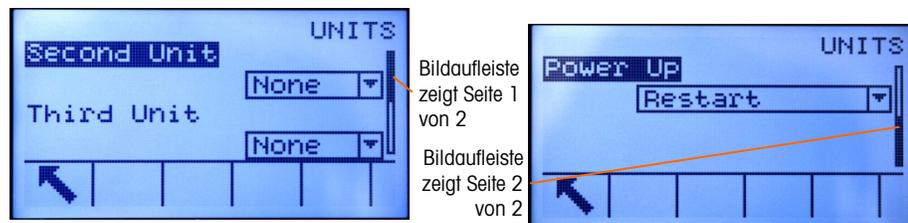

Abbildung 2-3: Beispiel von Bildlaufleisten, die drei Seiten mit Konfigurationsfeldern anzeigen
- AUF- und AB-Navigationstasten – mit diesen verschieben Sie den Fokus nach oben oder unten zu unterschiedlichen Setup-Optionen innerhalb der Menüstruktur (der Fokus wird durch hervorgehobenen Text markiert), zu unterschiedlichen Feldern innerhalb einer Setup-Seite und zum Wechsel auf eine andere Seite mit verfügbaren Softkeys. Die AUF- und AB-Navigationstasten werden ausserdem zum Blättern zur nächsten oder vorherigen Seite verwendet, wenn eine Bildlaufleiste anzeigt, dass für Konfigurationsfelder, die mit einem spezifischen Parameter verknüpft sind, zwei oder drei Seiten verwendet werden. Das Beispiel in Abbildung 2-3 zeigt einen Konfigurationsparameter, der drei Seiten benötigt, um alle verknüpften Konfigurationsfelder anzuzeigen. Die Bildlaufleisten geben an, welche der drei Seiten angezeigt wird.